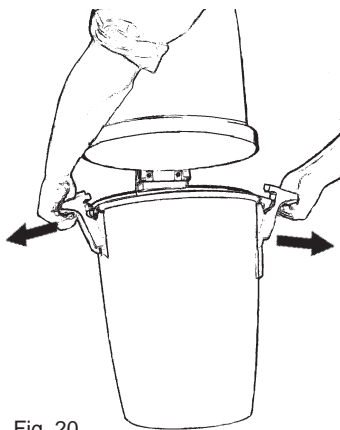

Fig. 20
1. Dégagez les deux poignées retenant le bac à poussière en les tirant vers l'extérieur du bac, fig. 20.